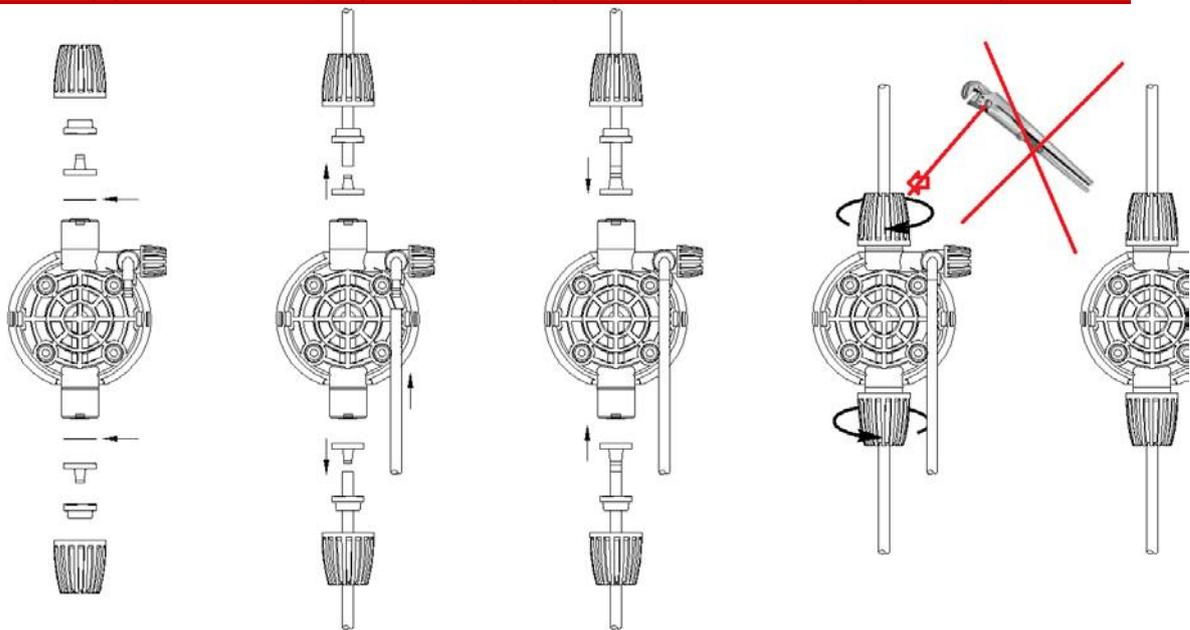

Рис.3
Работа насоса основана на движении поршня, помещенного в электромагнитную катушку. При подаче электрического тока на катушку, поршень жестко соединенный с гибкой и эластичной мембраной вследствие своего движение оказывает давление на центральную часть мембраны выгибая ее. При деформации мембраны, которая находится в герметичной гидравлической камере (гидравлической головке) создается вакуум, открывается нижний клапан всасывания (рис 3, нижний клапан) и происходит всасывание химреагента из емкости. Затем пружина, установленная на поршне возвращает его в исходное положение против движения создаваемого электромагнитом. Возвращение поршня снова выгибает мембрану, но уже в обратную сторону, осуществляя тем самым проталкивание химической жидкости из гидравлической головки насоса в точку впрыска. При этом открывается напорный клапан ;рис.3 верхний клапан) и в то же время снова закрывается нижний клапан всасывания. Непрерывная подача электрического питания на электромагнит и работа пружины обеспечивают возвратно-поступательное движение поршня и, как следствие втягивание и выгибание мембраны в гидравлической камере. Тем самым осуществляется всасывание и подача химреагента из емкости в водопроводную сеть.
- Соединения трубок к корпусу насоса(рис. 3)